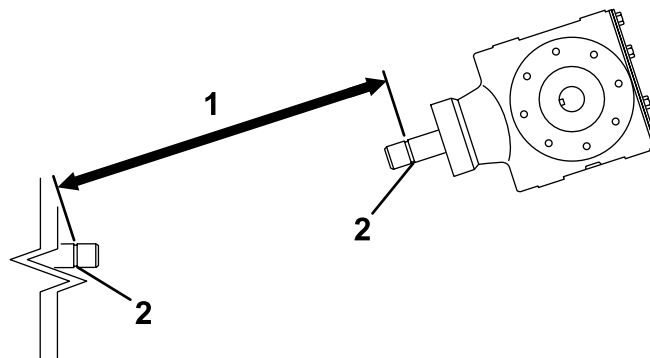
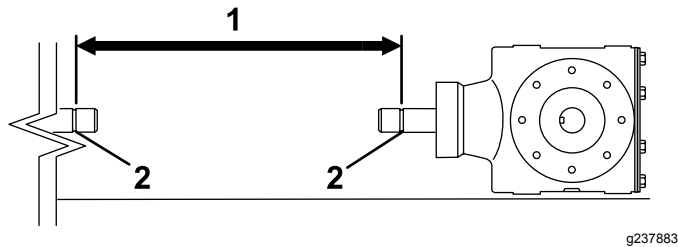

Figure 12
Figure 14
3. Mesurez la distance entre la gorge de verrouillage à l'extrémité de l'arbre de PDF du groupe de déplacement et la gorge de verrouillage sur l'arbre de du boîtier d'engrenages de l'aérateur (Figure 12).
- Mesurez la distance entre la gorge de verrouillage à l'extrémité de l'arbre de PDF du groupe de déplacement et la gorge de verrouillage sur l'arbre de du boîtier d'engrenages de l'aérateur (Figure 14).
- Utilisez la plus petite des 2 mesures obtenues à la Figure 14 et la Figure 12, et ôtez-la de la